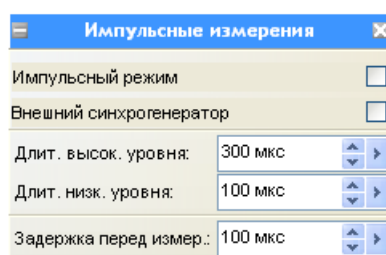

Рисунок 3.1 – Панель управления «*Импульсные измерения*»
3.1 Для настройки параметров импульсных измерений используется панель управления «*Импульсные измерения*» (рисунок 3.1).